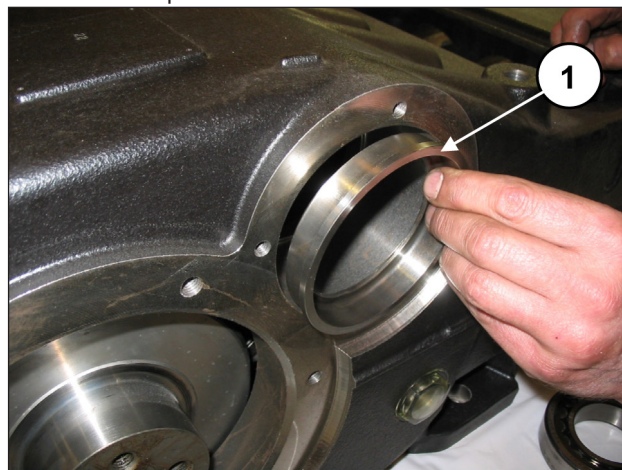
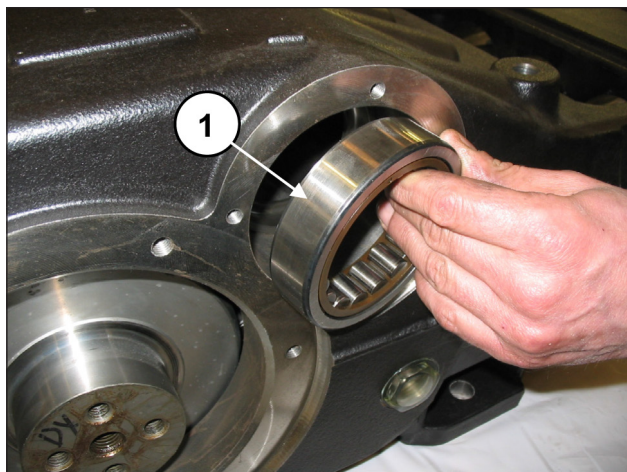

Fig. 53
Fig. 54
Desde uno de los lados del cárter, introducir el casquillo de lubricación de los cojinetes (pos. ①, Fig. 53) y la anilla externa del cojinete (pos. ①, Fig. 54) utilizando un tampón y una herramienta de percusión.